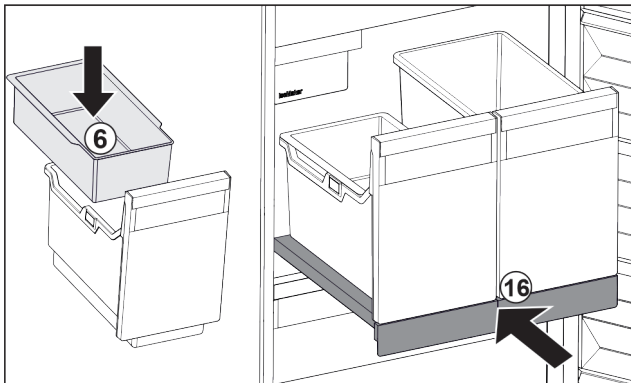

Fig. 106
- ▶ Вставити підвісний лоток Fig. 106 (6) для кубиків льоду.
- ▶ Вставити витяжну панель з резервуаром (IceTower). Fig. 106 (16)